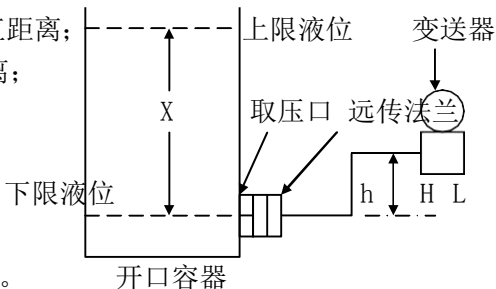

图5—9 变送器高于取压口
- ③ 变送器低于取压口，下限液位与取压口水平时（见图5—10）测量范围值如下确定：